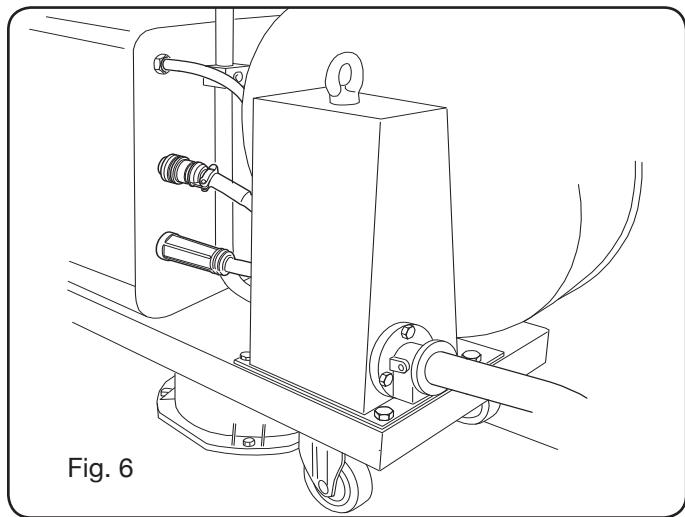

Fig. 6
- Conectar la otra extremidad de la conexión **BA** al carro arrastrahilo tal como se indica en Fig. 6.